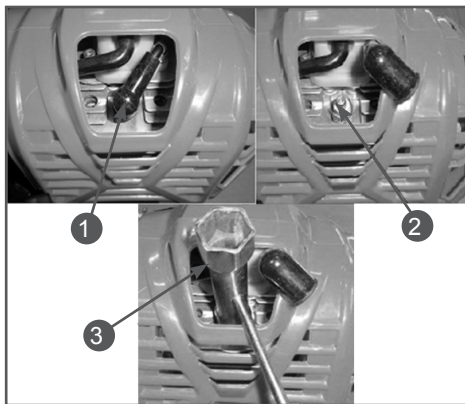

Рис. 16 Откручивание свечи зажигания
1. Снимите колпачок высоковольтного провода 1 со свечи зажигания 2 (Рис. 16) и удалите грязь вокруг свечи зажигания.
Для замены корда заглушите двигатель триммера и снимите со свечи зажигания колпачок высоковольтного провода (Рис. 16).